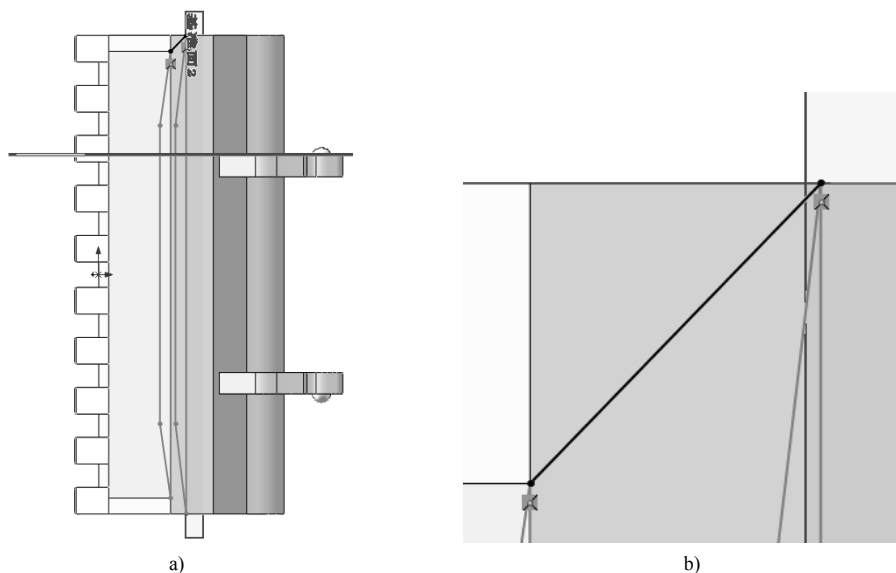

图 13-28 绘制放样草图 4
18) 绘制放样草图 4。在视图中用鼠标选择实体上表面作为绘制图形的基准面。单击“草图”控制面板中的 $\square$ （直线）按钮，连接两个草图的一端端点，如图 13-28 所示，单击 $\swarrow$ （退出草图）按钮，退出草图。